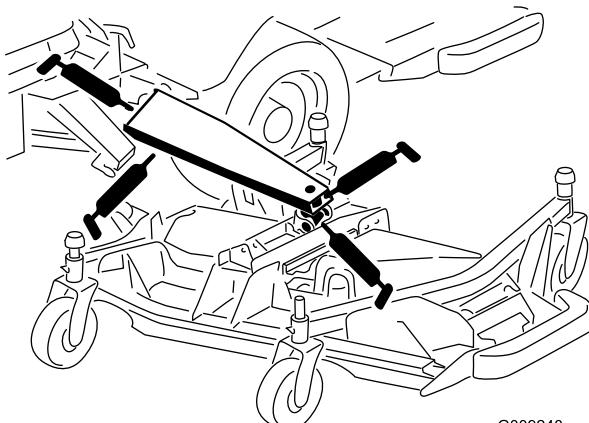

Figura 53
- Casquillos de los brazos de elevación principales (3) (Figura 53)
- Casquillos de los cilindros de elevación (1) (Figura 53).